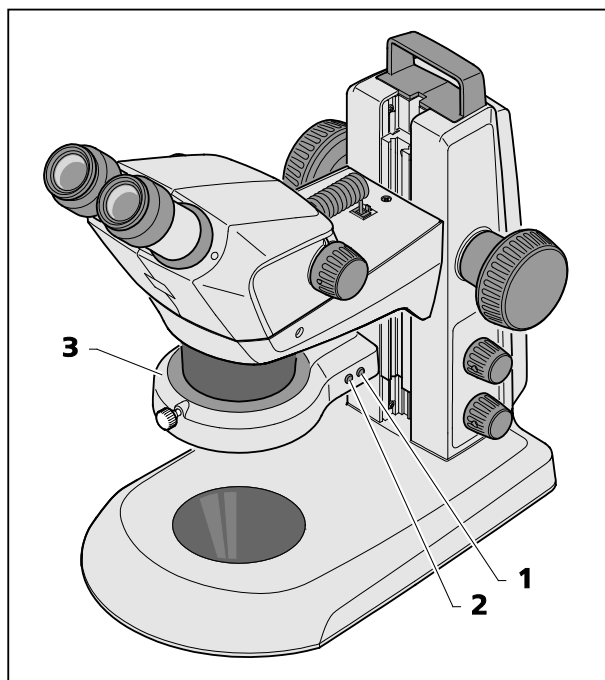

Fig. 23 Lâmpada anular
- Apertando sucessivamente do botão anterior (Fig. 23/2) pode-se comutar entre quatro estados de iluminação da lâmpada anular (Fig. 23/3):
- Apertando uma só vez brevemente o botão traseiro (Fig. 23/1), o segmento ajustado é girado cada vez por um quarto de volta no sentido dos ponteiros do relógio.
- Apertando e mantendo apertado o botão traseiro (Fig. 23/1) por mais de 2 segundos, o segmento ajustado é posto em rotação contínua (giro em passos circulares de 1/8, cada vez 1 segundo por rotação).
- Apertando de novo o botão traseiro (Fig. 23/1), se detém a rotação e o objeto torna a ser iluminado de trás.